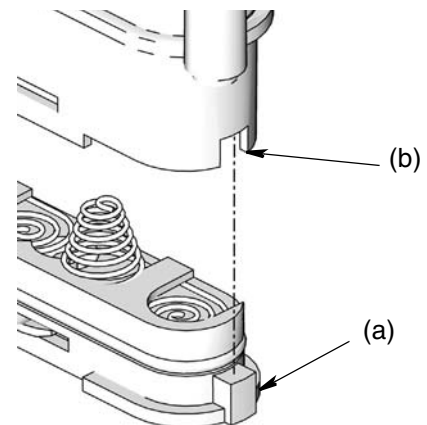

ABB. 38
- Setzen Sie den Deckel wieder auf. Der Deckel passt nur in einer Richtung auf das Batteriefach. Der Vorsprung (a) am Deckel passt in den Schlitz (b) am Fach. (ABB. 38).